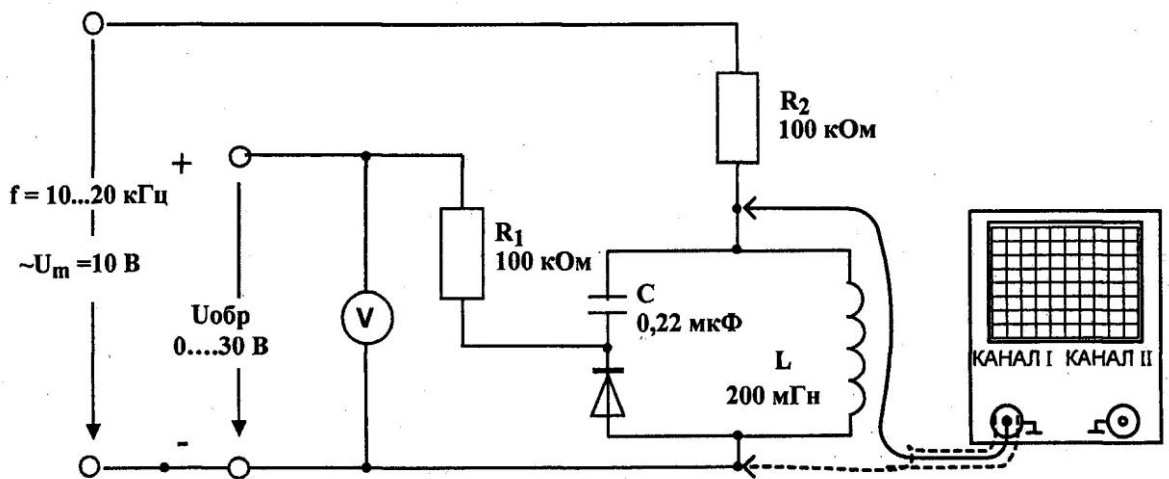

Рис.4.2.3
- Соберите цепь согласно схеме (рис.4.2.3). Индуктивность 200 мГн получается путем последовательного соединения двух индуктивностей по 100 мГн. Конденсатор $C = 0,22$ мкФ служит для исключения пути протекания постоянного тока через катушку и ввиду большой емкости не влияет на параметры резонансного контура.